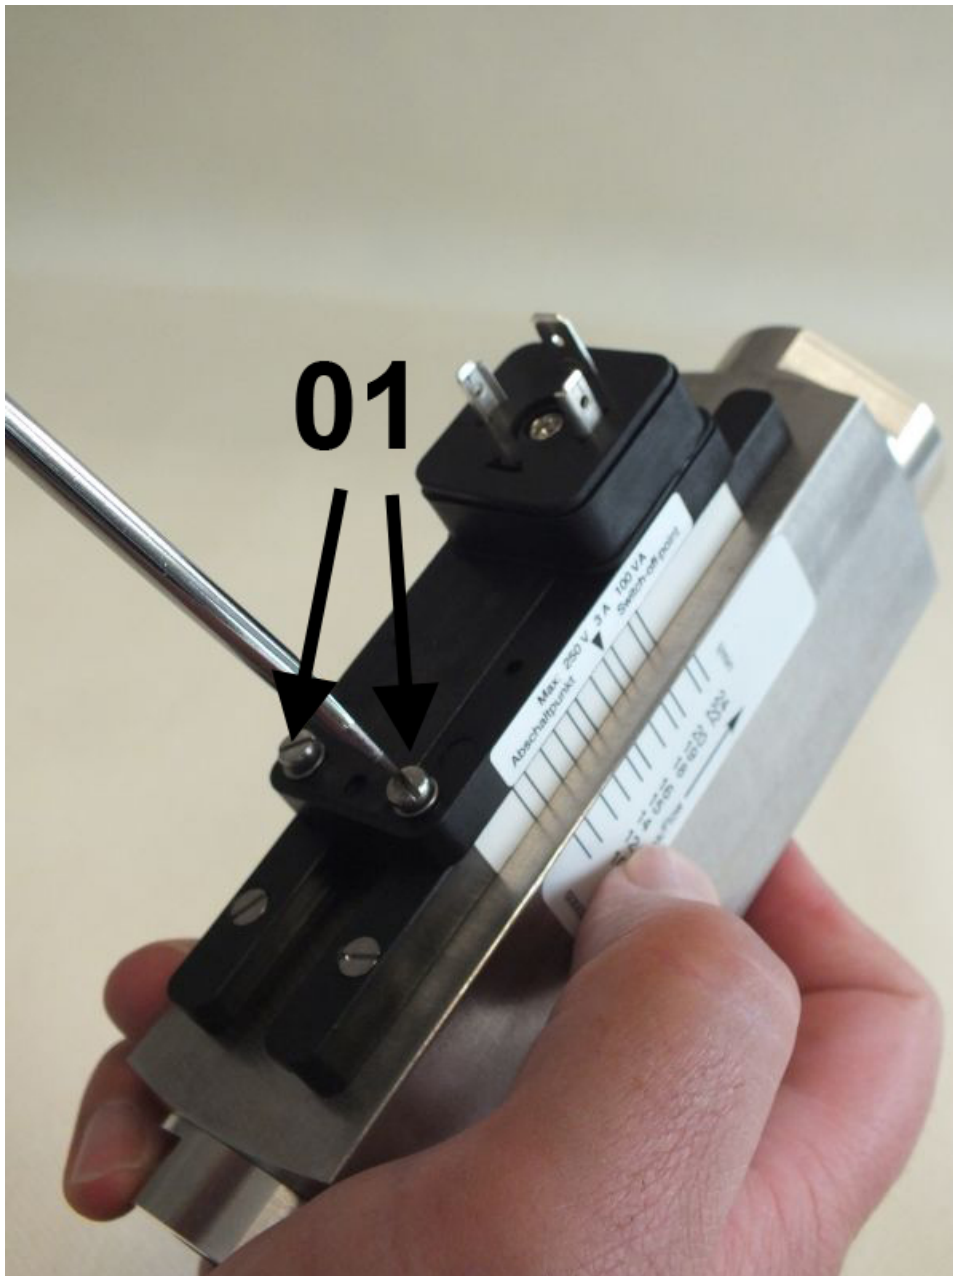

Abb. 68: Feststellschrauben lösen
3. Feststellschrauben (Abb. 68/01) des Schaltkontaktes mit einem Schlitzschraubendreher so weit lösen, dass er sich frei verschieben lässt
11. ➤ Feststellschrauben (Abb. 68/01) wieder festdrehen, dabei Anziehdrehmoment einhalten (→ Kapitel 11.1 „Anziehdrehmomente“ auf Seite 98)